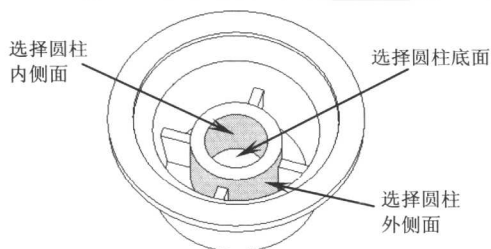
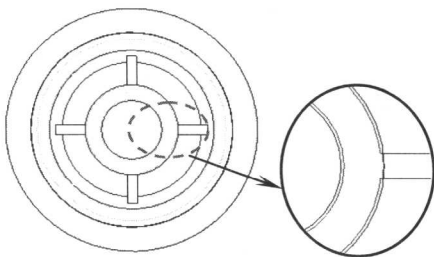

图2-12
图2-13
1. 在【特征操作】工具条中单击【拔模角】按钮，弹出【拔模角】对话框。在【选择步骤】栏中单击【ZC 轴】按钮，选择圆柱底面为拔模固定平面，然后分别选择圆柱内侧面和外侧面，如图 2-12 所示。在【Set1 A】输入框中输入“1”，最后单击 **确定** 按钮创建拔模角特征，结果如图 2-13 所示。